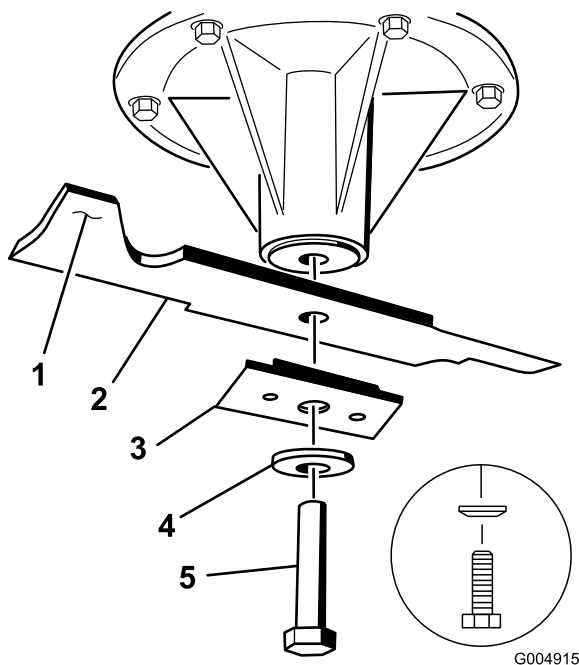

Figure 63
3. Pour les tabliers de coupe de 36 et 52 pouces, enlevez le boulon de lame, la rondelle bombée, le renfort de lame et la lame de l'axe de pivot (Figure 63).
3. Sur les tabliers de coupe de 36 et 52 pouces, montez la lame, le renfort, la rondelle bombée et le boulon de lame (Figure 63).